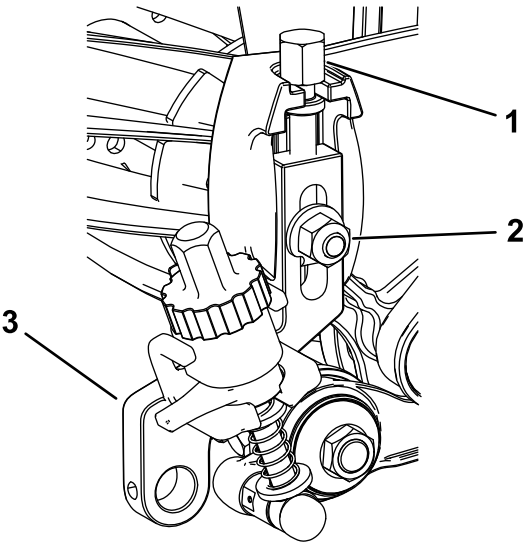

图18
1. 将之前卸下的剪草高度调节螺丝旋入剪草高度组件的顶部 图18。
2. 用先前卸下的防松螺栓、螺母和专用垫圈将剪草高度组件安装到滚刀组侧板 图18。